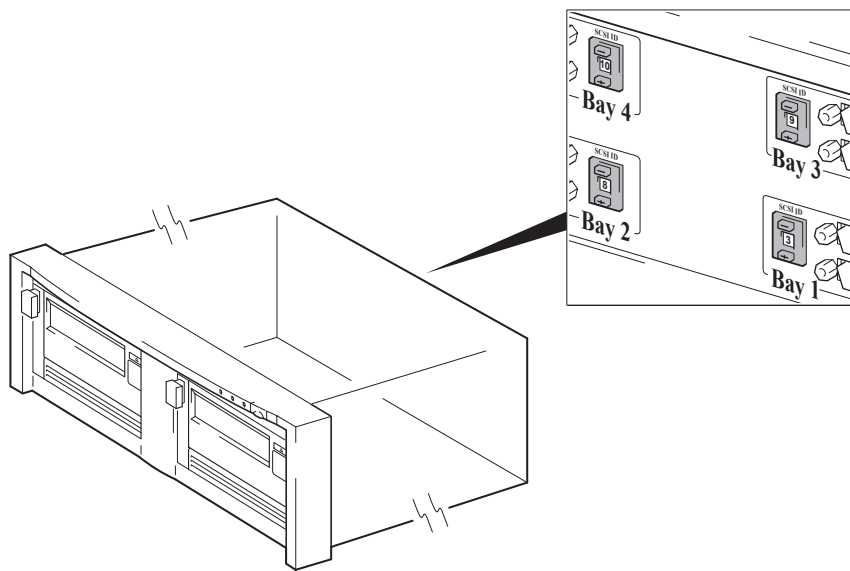

Figure 16 Commutateur d'adresse SCSI sur la bibliothèque de bandes
2. Placez le commutateur sur la position souhaitée. La Figure 16 présente le commutateur d'adresse situé sur la face arrière de la bibliothèque de bandes HP Tape Array 5300.